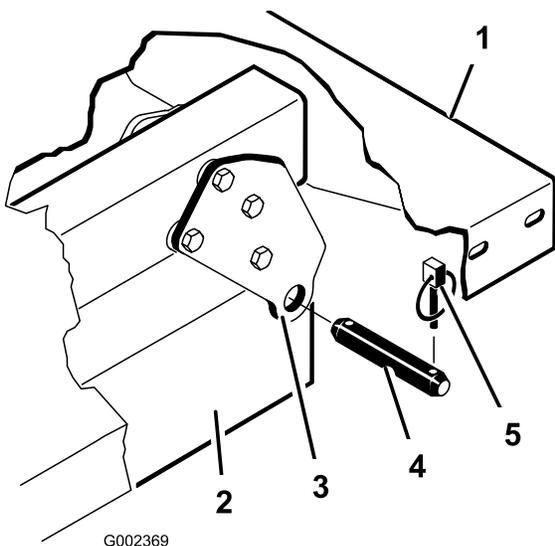

Рисунок 4
6. Удалите шплинты и шплинтуемые штифты, которые крепят кронштейны поворота кузова к швеллерам рамы автомобиля (Рисунок 4).